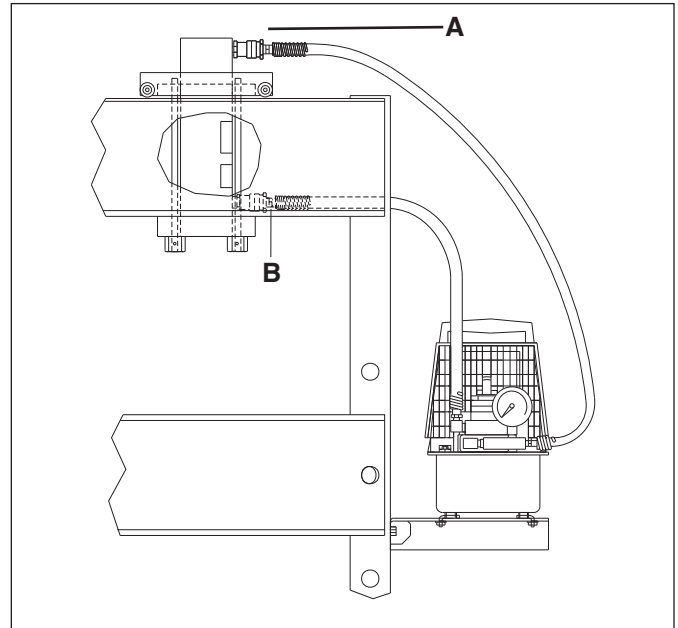

Figura 5. Conexões hidráulicas para cilindros de dupla ação
4.2 Cilindros de dupla ação (veja a figura 5)